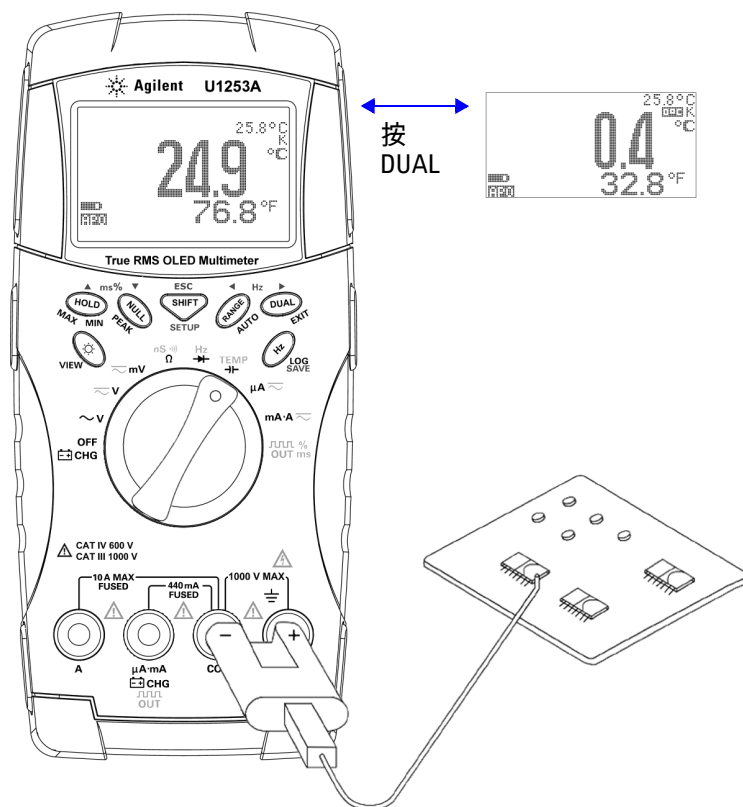

图 2-12 表面温度测量
- 3 将热电偶适配器（连接有热电偶探头）插入到输入端子 **TEMP**（红色）和 **COM**（黑色）（如第 49 页上的图 2-12 中所示）。